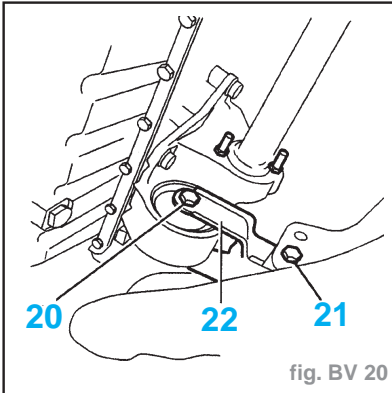
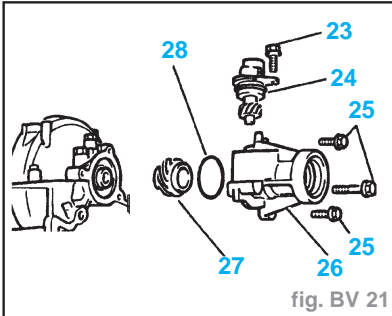

fig. BV 20
fig. BV 21
- Déposer (fig. BV. 20) :
- la vis (20)
- la vis (21)
- le limiteur de débattement (22)
- Déposer (fig. BV. 21) :
- Reposer (fig. BV. 21) :
- le joint torique (28)
- la vis tachymétrique (27)
- la prolonge de pont (26)
- les vis (25) (serrage à **1,5 daN.m**)
- le support et le pignon de prise tachymétrique (24)
- la vis (23)